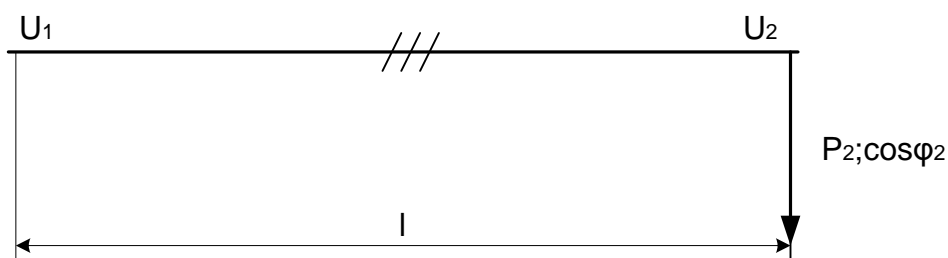

Рисунок 1.1 – Схема трёхфазной линии
1.3.1 Вычерчиваем схему трёхфазной линии с одной нагрузкой на её концах (по образцу рис. 1.1).